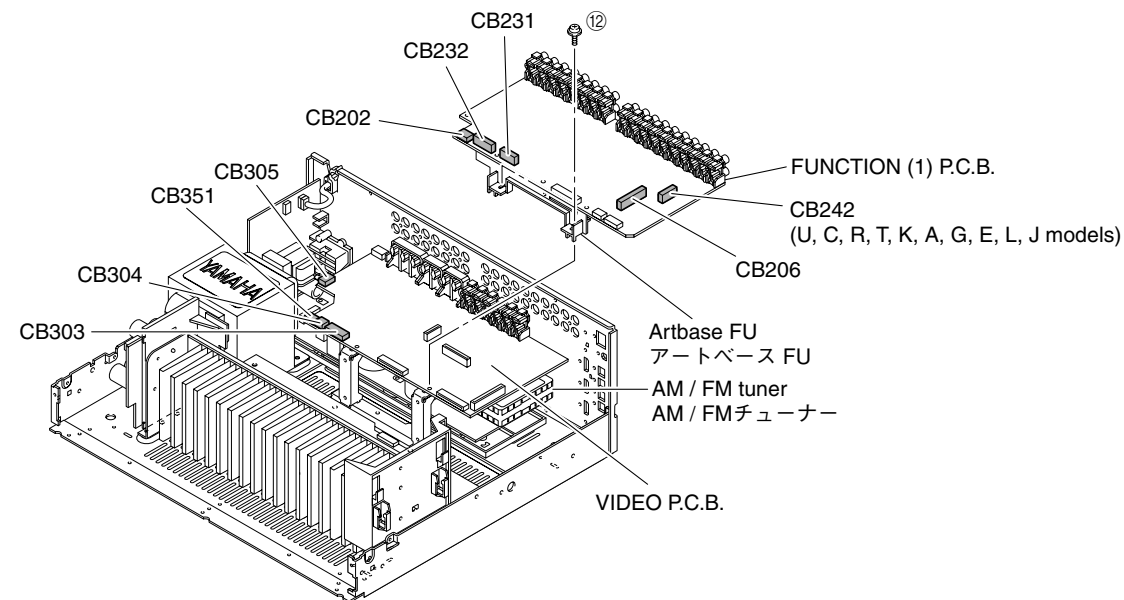

Fig. 5
5. Removal of FUNCTION (1) P.C.B.
- a. Remove 2 screws (12). (Fig. 5)
- c. Remove CB202, CB206, CB231, CB232 and CB242 (U, C, R, T, K, A, G, E, L models). (Fig. 5)
- d. Remove the FUNCTION (1) P.C.B. together with artbase FU. (Fig. 5)
- a. ⑫のネジ2本を外します。(Fig. 5)
- c. CB202、CB206、CB231、232、CB242を外します。(Fig. 5)
- d. FUNCTION(1)P.C.B. をアートベースFUと一緒に取り外します。(Fig. 5)
- b. Remove CB303-305 and CB351. (Fig. 5)
- c. Remove the VIDEO P.C.B.. (Fig. 5)
- b. CB303-305、CB351を外します。(Fig. 5)
- c. VIDEO P.C.B.を取り外します。(Fig. 5)
- b. Remove the AM/FM tuner. (Fig. 5)
- b. AM/FMチューナーを取り外します。(Fig. 5)